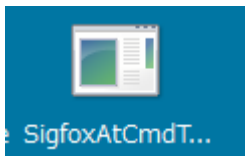

図 5.
- ④ Sigfox AT Command Tool アイコン (図 5) をダブルクリックして起動させる。